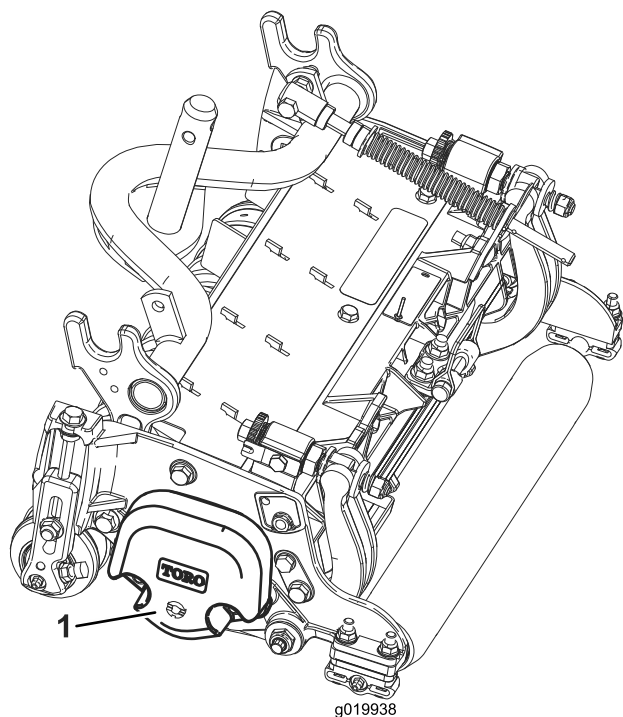

Figura 3
5. Asegúrese de que el contrapeso (**Figura 3**) está instalado en el extremo correcto de la unidad de corte, según lo indicado en el *Manual del operador de la unidad de corte*.